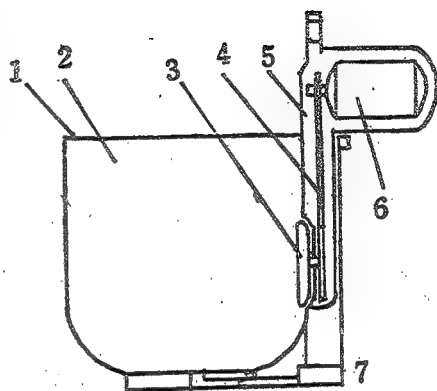

图 1
1. 喷流式洗衣机：其结构见图 1，它由洗涤桶、驱动架和定时器组成。驱动架上装有电动机和传动机构，整体插在洗涤桶上燕尾槽内。